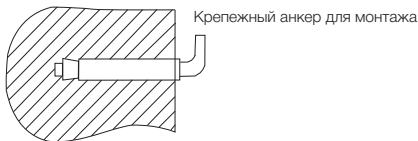

Рис. 4
- После выбора места монтажа определите места под два крепежных болта с крючками (в зависимости от спецификаций выбранного изделия). Прodelайте в стене два отверстия необходимой глубины с помощью сверла размером, соответствующим размеру крепежных болтов, вставьте винты, поверните крюк вверх, плотно затяните гайки, а затем установите на него электрический водонагреватель (см. рис. 4).